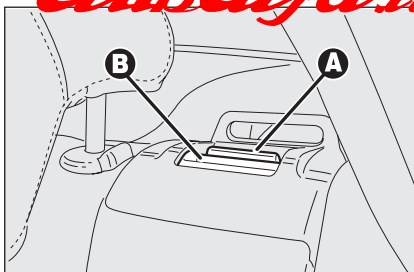

fig. 3
**AVVERTENZA** Il corretto aggancio dello schienale è garantito dalla scomparsa della “banda rossa” **A**-fig. 3 presente di fianco alle leve **B** di abbattimento schienale. Tale “banda rossa” indica infatti il mancato aggancio dello schienale.
**Assicurarsi che lo schienale risulti correttamente agganciato su entrambi i lati (banda rossa A-fig. 3 non visibile) per evitare che, in caso di brusca frenata, lo schienale possa proiettarsi in avanti causando ferimento ai passeggeri.**